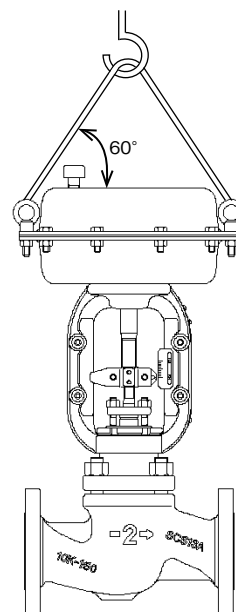

図 2-1 吊り下げ事例
5. アイボルトを使用して調節弁を吊り下げる場合、操作器とワイヤーロープの角度が60° 以上になるようロープを準備してください。(図2-1 参照)